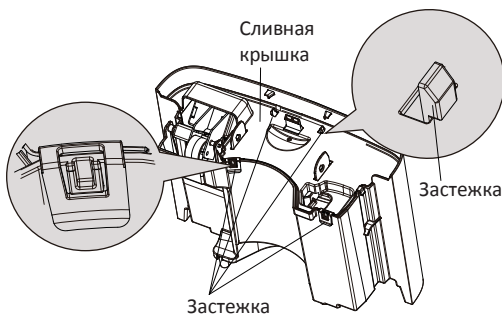

Рис. 2
- (2) Нажмите на 4 пряжки вниз вокруг емкости. Поднимите сливную крышку. (Рис. 2)